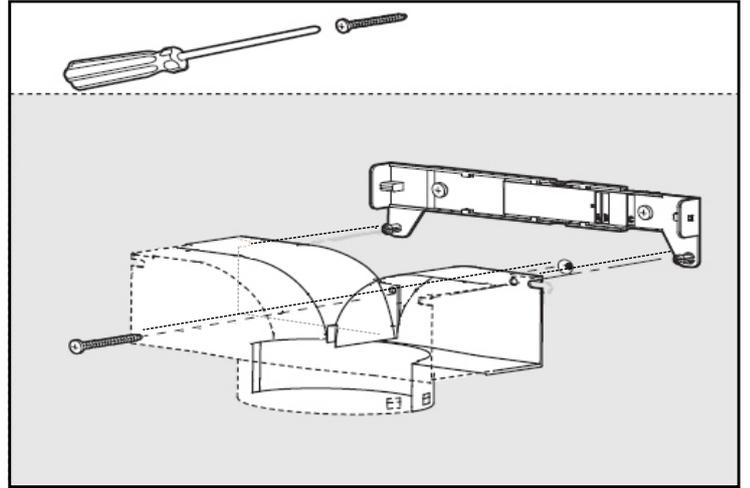

Fig.7
- Fixer au mur la dérivation en plastique, juste en dessous du support de la cheminée télescopique (**Fig.7**). Les deux tétons de positionnement sur le support permettent le montage correct de la dérivation en plastique.